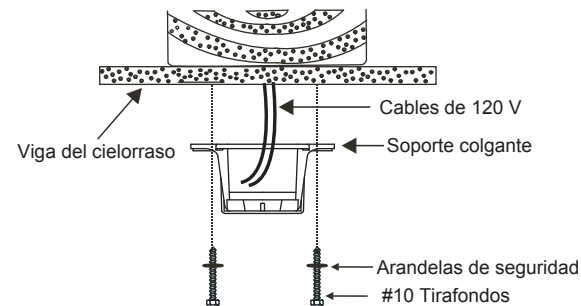

Fig. 7
Paso 4A. Asegure el soporte de montaje directamente a una viga de la estructura de la construcción. Utilice únicamente los tirafondos adecuados y las arandelas de seguridad que se incluyen con su ventilador (Fig. 7) **NOTA: ESTE PASO ES SÓLO PARA CANADÁ.**
¡PRECAUCIÓN! EL SOPORTE COLGANTE DEBE INSTALARSE DIRECTAMENTE EN LA VIGA DEL CIELORRASO UTILIZANDO LOS DOS TIRAFONDOS Y ARANDELAS PROPORCIONADOS. (Fig. 7)